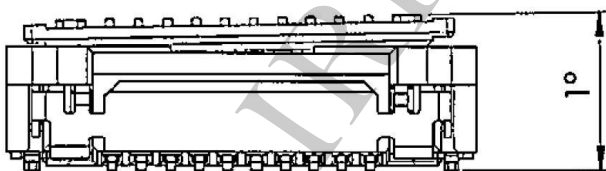
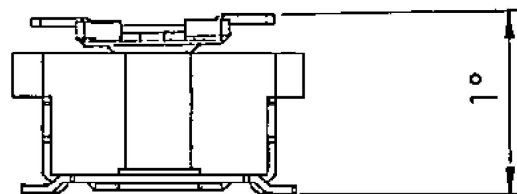

Fig.3
Fig.4
- ・嵌合時の許容角度は図3～図4になりますので、記載角度以下で使用してください。
Please mate it below the angle of the figure 3, 4.